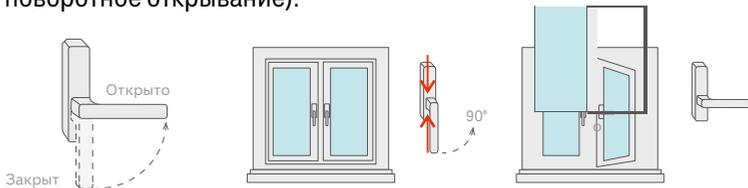

Рис. 1
2. Чтобы открыть (распахнуть) створку окна нажмите с двух сторон на фиксатор (предохранитель открывания), поверните ручку на 90 градусов в горизонтальное положение (Рис.1) При повороте ручки закрытую створку слегка прижимают к раме другой рукой (чуть выше ручки). Затем, потянув за ручку, створку распахивают (сплошной режим - поворотное открывание).